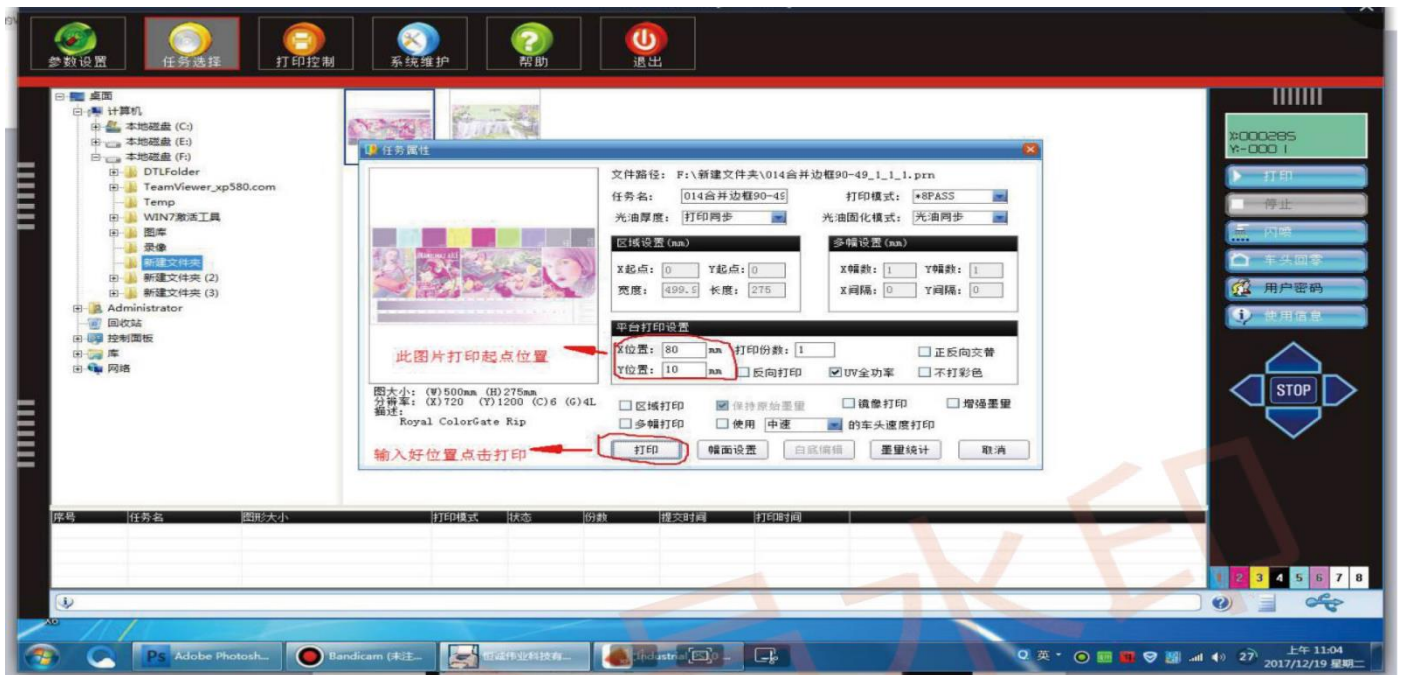
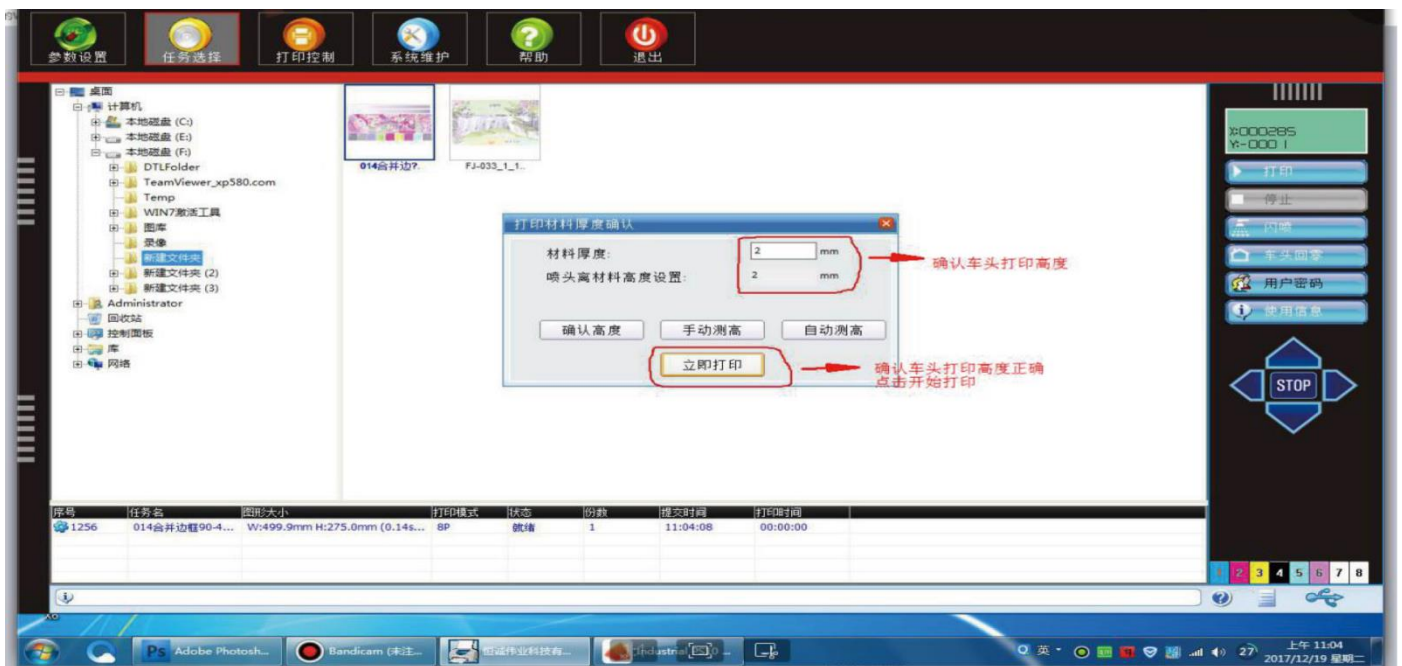

图 8
图 9
6. 打印图片：鼠标左键双击需要打印的图片，出现对话框，如图 8，确认起始位置，点击打印，出现对话框如图 9，确定答应高度，点击立即打印